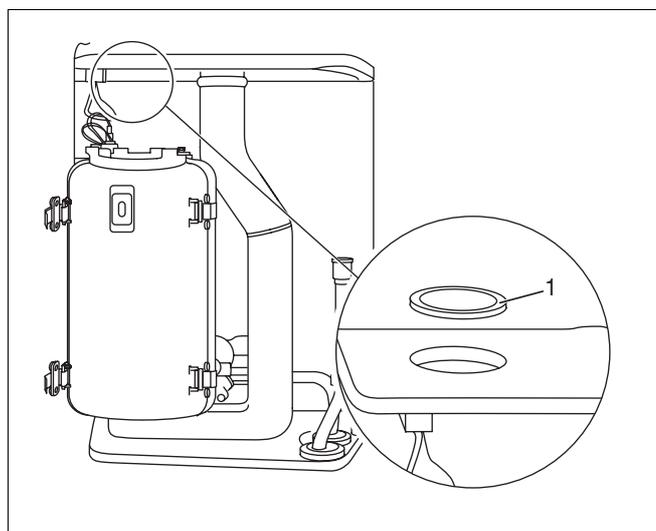

Abb. 38 Gummidichtung entfernen
- Gummidichtung in Verbrennungskammer von innen nach oben herausdrücken (Abb. 38, Pos. 1).
- Gummidichtung in Verbrennungskammer oben entfernen (Abb. 38, Pos. 1).